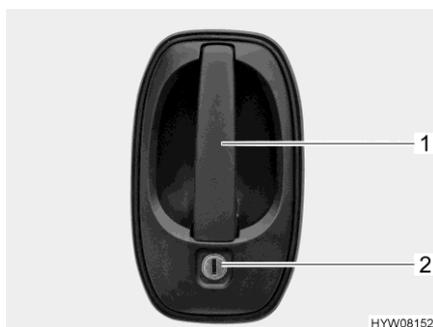

Fig. 55 Cerradura de la puerta (puerta del conductor en el exterior)
- Introducir la llave en el cilindro de cierre (Fig. 55,2) y girarla hasta que esté desbloqueada la cerradura de la puerta.
- Tirar del tirador de la puerta (Fig. 55,1). La puerta está abierta.
- Introducir la llave en el cilindro de cierre (Fig. 55,2) y girarla hasta que esté bloqueada la cerradura de la puerta.